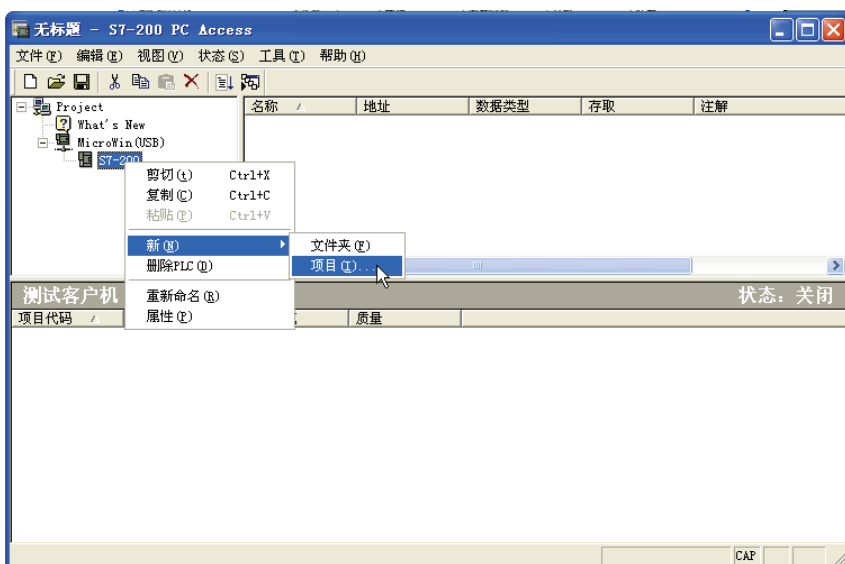

图 10-18 新建变量（1）
3) 新建变量。在左侧的浏览器窗口中，选择以上步骤中创建的 PLC “S7-200”，单击鼠标右键，弹出快捷菜单，单击“新”→“项目”，如图 10-18 所示。